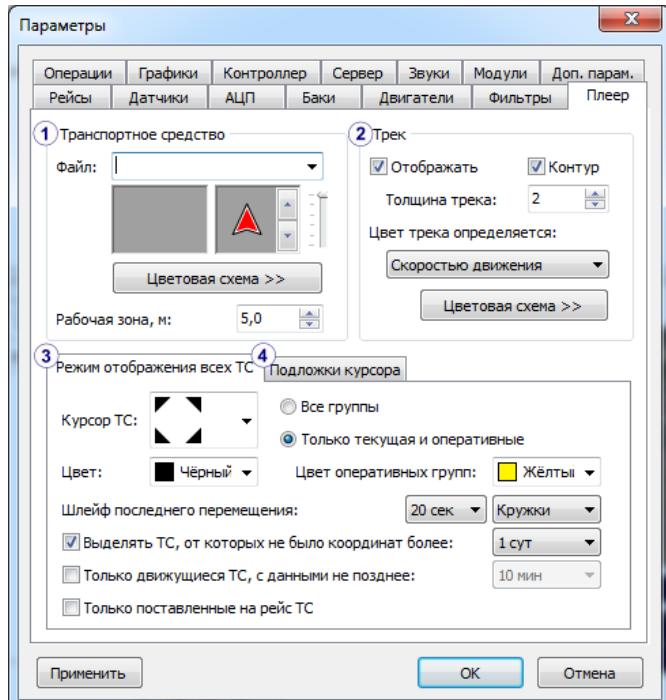

Рис.59 – Настройка плеера.
В этом меню вы можете настроить изображение транспортного средства на карте в зависимости от различных событий (рис.59, п.1). Для каждого ТС предусмотрено наложение до 20 изображений в следующем порядке:
Настройте параметры отображения трека (рис.59,п.2).
Настройте параметры режима отображения всех ТС (рис.59,п.3).
- Перейдите на вложенную вкладку **Подложка курсора** (рис.59,п.4).